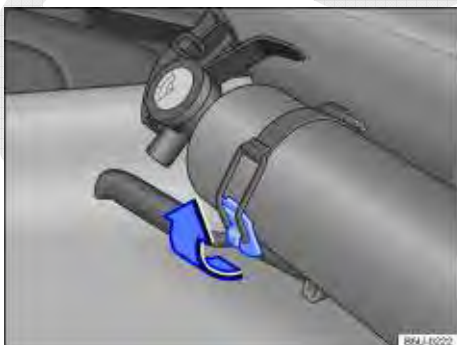

Fig. 151 No banco do condutor: extintor de incêndio.
- Soltar a abraçadeira de fixação, puxando-a para cima ⇒ Fig. 151 no sentido da seta.